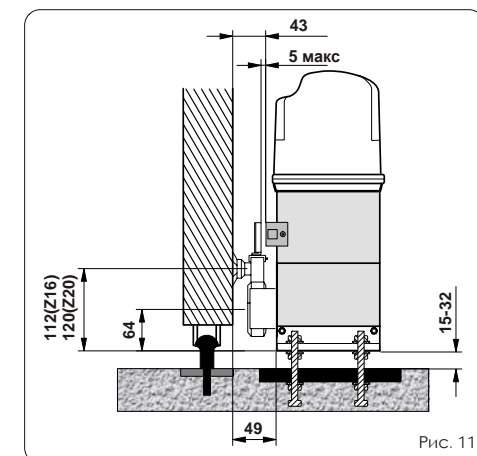

Рис. 11
4. Подгоните высоту основания и расстояние от привода до ворот, как показано на рис.11.
- Расстояние от концевого выключателя до пластины концевого выключателя должно быть не более 5 мм (рис. 11).